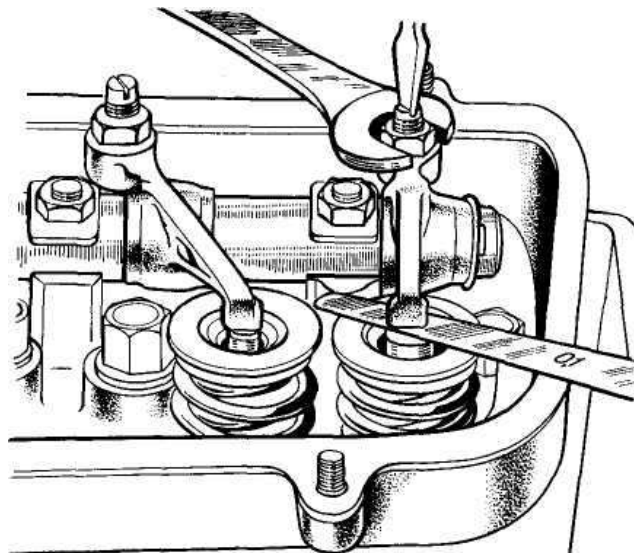

Рис. 57. Регулировка зазора между коромыслом и клапаном
- отвинтите гайку регулировочного винта на коромысле и, вращая отвёрткой регулировочный винт (предварительно установив между носком коромысла и стержнем клапана соответствующий щуп), установите необходимый зазор (рис. 57).